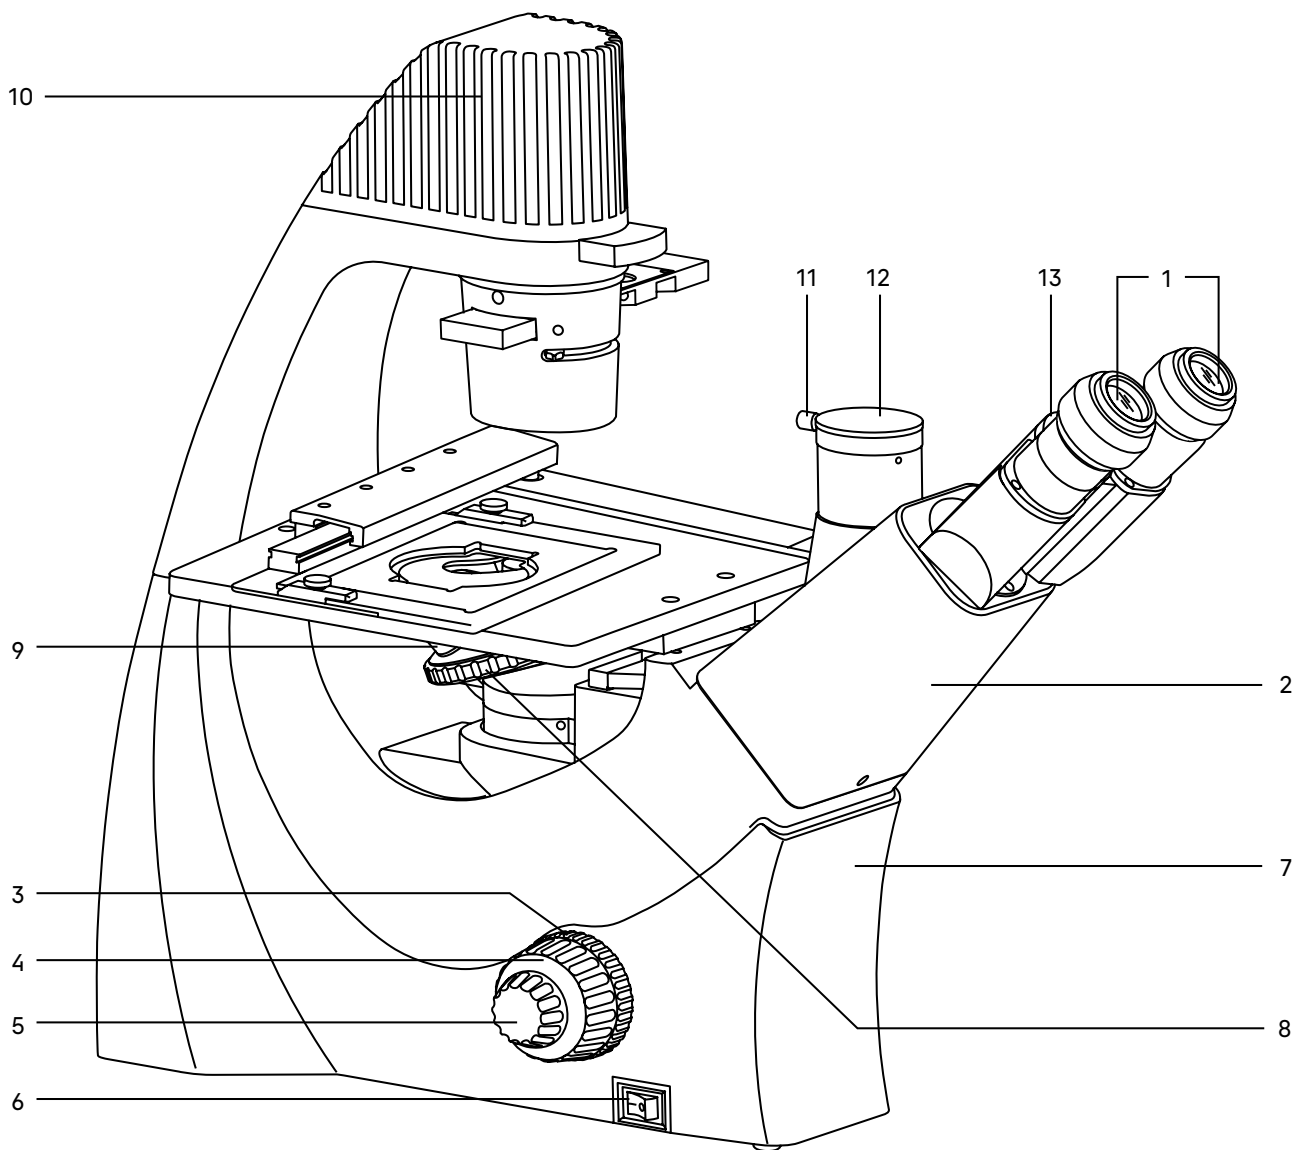
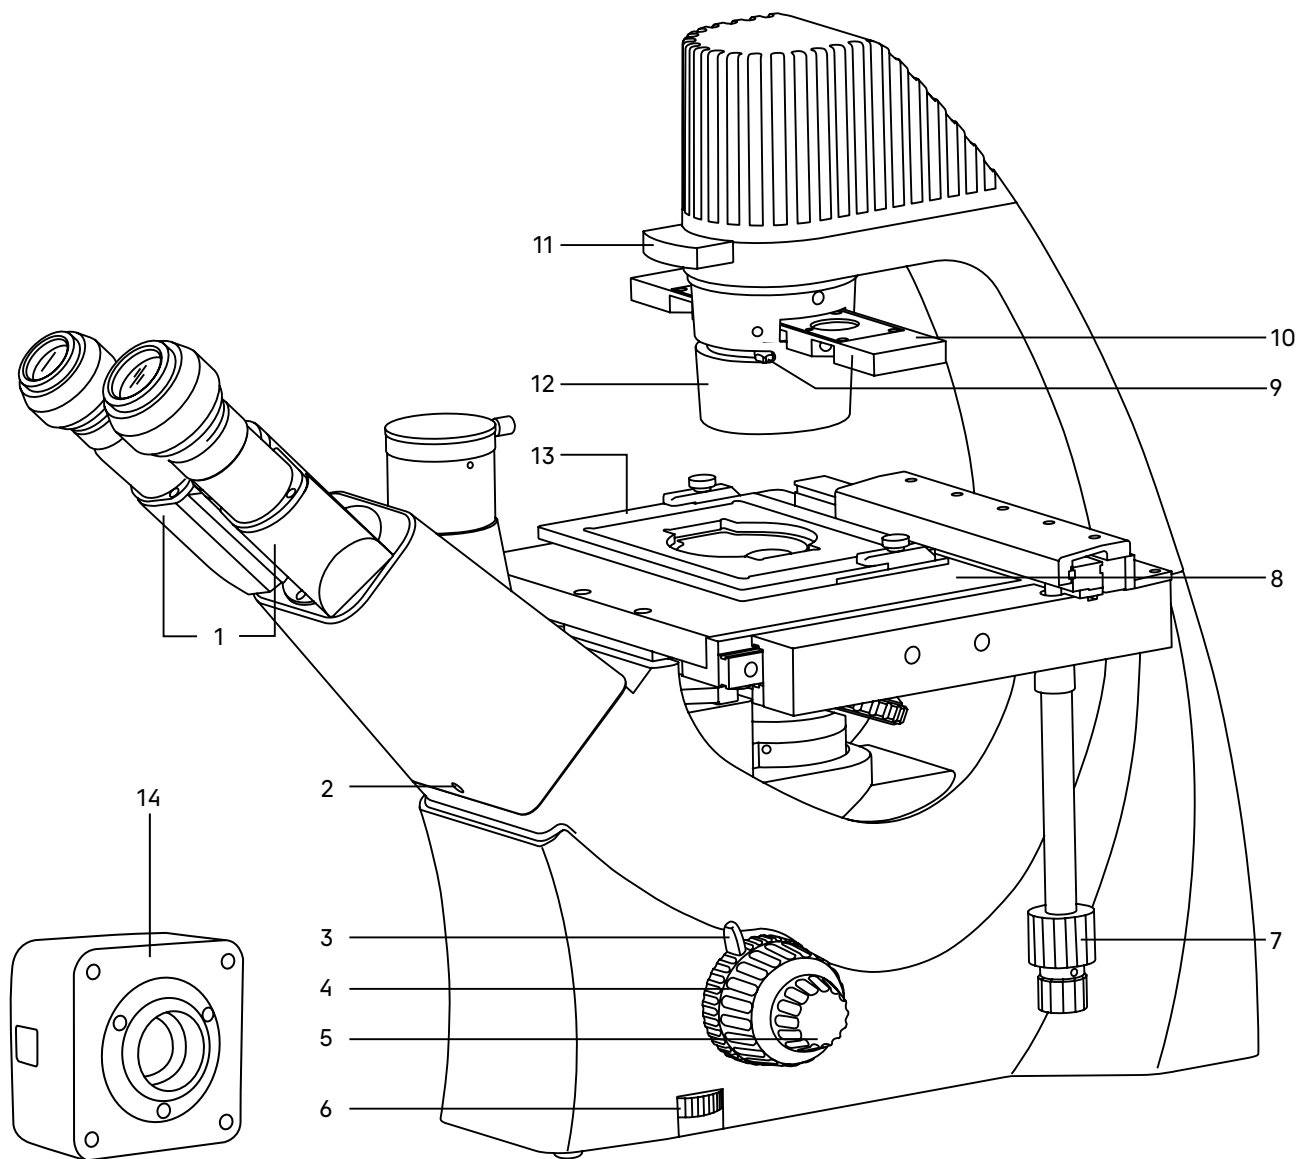

Рис. 1. Микроскоп MAGUS Bio VD300. Вид слева
Рис. 2. Микроскоп MAGUS Bio VD300. Вид справа
Полный состав микроскопа указан в разделе 8 данного руководства по эксплуатации. Общий вид микроскопа представлен на рис. 1 и 2.
Штатив имеет устойчивую эргономичную конструкцию. На штативе 7 (рис. 1) микроскопа закреплены:
- револьвер 8 (рис. 1) с объективами;
- предметный столик 8 (рис. 2);
- конденсор 12 (рис. 2);
- осветитель 10 (рис. 1);
- визуальная насадка 2 (рис. 1).
На левой боковой поверхности штатива расположен выключатель 6 (рис. 1) сетевого напряжения. В положении «←» включается, а в положении «0» выключается сетевое напряжение.
На правой боковой поверхности штатива расположен диск 6 (рис. 2) для регулировки напряжения питания источника света.
Фокусировка на объект осуществляется перемещением по высоте револьверного устройства с объективами. Грубая фокусировка производится вращением коаксиальных рукояток 4 (рис. 1, 2), расположенных по обеим сторонам штатива.
Тонкая фокусировка производится вращением рукояток 5 (рис. 1, 2), расположенных по обеим сторонам штатива. Тонкая фокусировка требуется для более точного фокусирования на объект и для подфокусировки микроскопа на резкость изображения при смене объективов и препаратов.
Механизм регулировки жесткости хода грубой фокусировки 3 (рис. 1) – кольцо между штативом и рукояткой грубой фокусировки с левой стороны. С помощью кольца регулируется жесткость хода грубой фокусировки так, чтобы жесткость была комфортной для пользователя, но при этом револьвер с объективами не опускался самопроизвольно во время работы.
Рукоятка блокировки грубой фокусировки 3 (рис. 2) расположена с правой стороны. После завершения грубой фокусировки рекомендуется перевести рычаг в крайнее положение в направлении по часовой стрелке. Таким образом закрепится положение грубой фокусировки для быстрой рефокусировки после смены препарата. Цена деления тонкой фокусировки – 2 мкм.
Тринокулярная визуальная насадка 2 (рис. 1) обеспечивает визуальное наблюдение изображения объекта. Насадка устанавливается в отверстие штатива 7 (рис. 1) и закрепляется винтом 2 (рис. 2).
Изменение межзрачкового расстояния в насадке осуществляется разворотом окулярных тубусов 1 (рис. 2) в пределах 48–75 мм. Значение расстояния, установленного в соответствии с глазной базой наблюдателя, отсчитывается по шкале 13 (рис. 1) на насадке.
В вертикальный тубус 12 (рис. 1) корпуса визуальной насадки (канал визуализации) с помощью переходника C-mount устанавливается камера (видеоокуляр) или система визуализации с монитором. Распределение светового потока: 50% на вертикальный тубус, 50% на окуляры.
В комплект микроскопа входят окуляры 1 (рис. 1). Окуляры имеют высокое положение выходного зрачка и предназначены для работы как в очках, так и без них.
Револьверное устройство 8 (рис. 1) обеспечивает установку четырех объективов. Смена объективов производится вращением револьверного устройства за конусную рифленую поверхность до фиксированного положения.
Объективы 9 (рис. 1) рассчитаны на механическую длину тубуса «бесконечность». Парфокальная высота объективов составляет 45 мм, линейное поле зрения в плоскости изображения – 22 мм. Объективы длиннофокусные, рассчитаны на посуду с толщиной дна 1,2 мм.
Осветитель 10 (рис. 1) неподвижно закреплен на штативе микроскопа. Источник света – яркий светодиод 9 Вт.
Важная часть осветительной системы – конденсорное устройство. Конденсор 12 (рис. 2) закреплен на штативе. Конденсор рассчитан на работу с посудой высотой до 70 мм.
В конденсоре есть слот для установки слайдера фазового контраста. Фазовый слайдер 10 (рис. 2) имеет свободное отверстие и фазовую вставку для объектива 10x.
Ирисовая апертурная диафрагма располагается под слотом для фазового слайдера. Раскрытие апертурной диафрагмы осуществляется рукояткой 9 (рис. 2). Диафрагма позволяет настроить определенную апертуру для работы с объективами светлого поля. Для достижения большей контрастности можно воспользоваться светофильтрами, входящими в комплект микроскопа. Светофильтры 11 (рис. 2) устанавливаются в верхний слот конденсора.
Предметный столик 8 (рис. 2) закреплен неподвижно на штативе. К столику прикреплено устройство, которое обеспечивает перемещение объекта в двух взаимоперпендикулярных направлениях. Перемещение осуществляется с помощью рукояток 7 (рис. 2), расположенных на одной оси. Ручка перемещения низкая, поэтому пользователь не напрягает кисть правой руки.